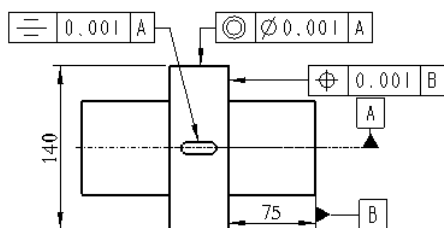

图 5.6.34 标注“对称度”
Step6. 单击对话框中的 **确定** 按钮, 完成“对称度”的标注, 结果如图 5.6.34 所示。